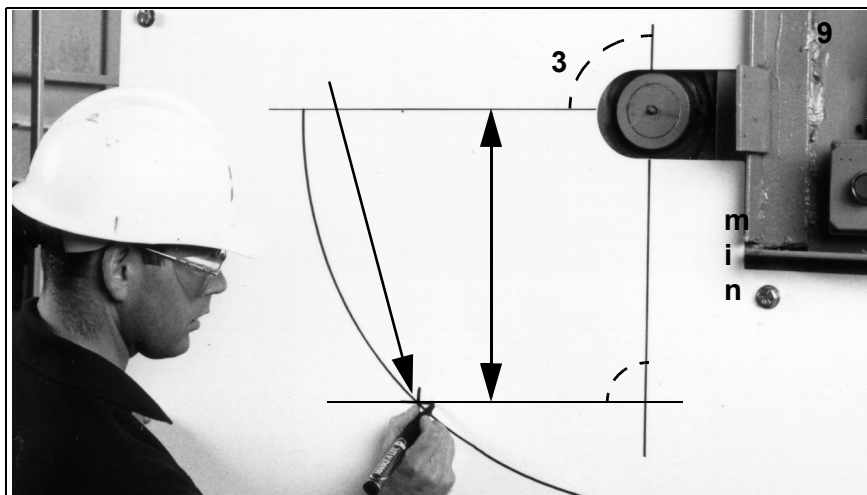

fig. 2: Marca de la altura de instalación
7. Marcar una línea horizontal por debajo de la línea central horizontal del tambor de cabeza a una distancia de 216 mm. El punto de intersección con el arco marcado en el paso 5 es el centro del eje del rascador (3, fig. 2).